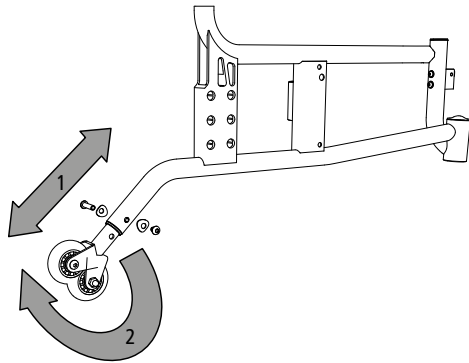

Abb. 47
1. Lossa skruvförbandet och tryck in eller dra ut stödet tills det har ett lämpligt kort avstånd till underlaget (1, bild 47). Glöm inte att dra åt skruvförbandet igen.
2. Om fallstöden är i vägen eller för nära marken i en viss situation, kan de vridas undan 180° så att de visar uppåt istället (2, bild 47).